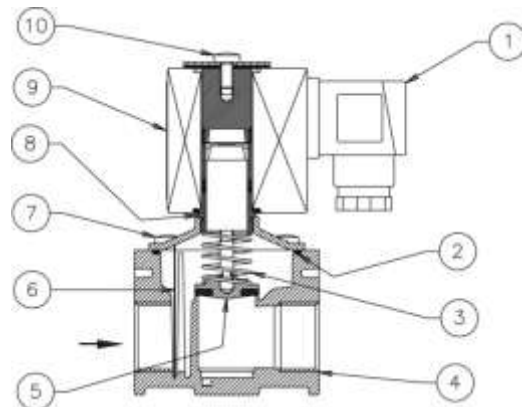

Рис. 1
- **DN 15 ÷ DN 25:** (см. рис. 1) при помощи отвертки отпустить винт крепления электромагнитной катушки (10) и снять катушку (9). Отпустить винты крепления крышки (7) и снять крышку с корпуса клапана (4). Проверить состояние затвора (5), прочистить или, при необходимости, заменить резиновую прокладку. Продуть фильтрующий элемент (6), не извлекая его из корпуса клапана (4). Затем собрать клапан, выполняя обратную последовательность действий.
Клапан (рис. 1) состоит из: электрический коннектор (1); верхнее уплотнительное кольцо (2); пружина запирающего механизма (3); корпус (4); затвор (5); фильтрующая сетка (6); крышка (7); муфта электромагнитной катушки (8); электромагнитная катушка (9); винт крепления электромагнитной катушки (10).